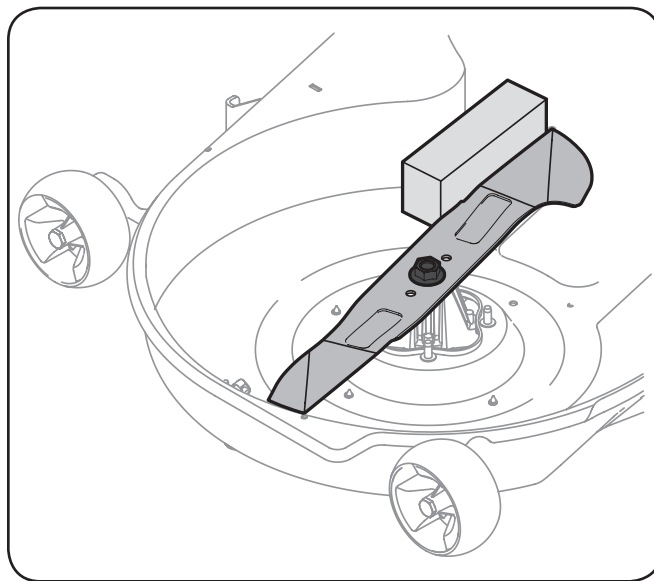

Figura 1-2
3. Establece una de las cuchillas de corte con una herramienta de bloqueo de cuchillas o un bloque de madera. Consulte la Figura 1-2.